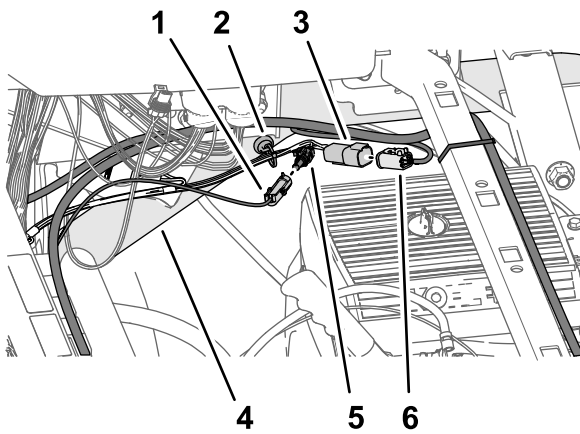

Figura 204
4. Conecte el conector de 4 pines de la rama de 66 cm del arnés de cables del kit marcado ASC 10 PWR & CAN FROM X30 al conector hembra de 4 vías del arnés de datos marcado CAN 2/ASC10 BUS (Figura 204).